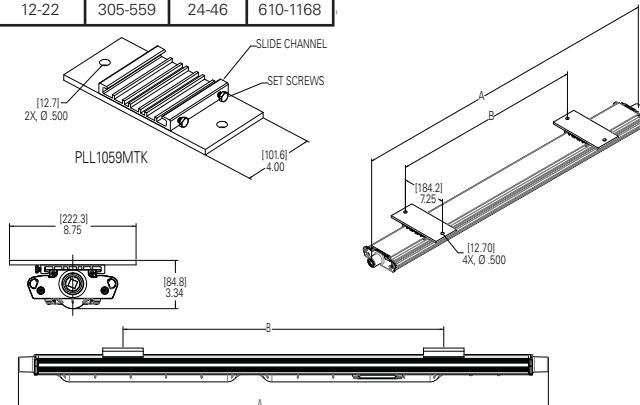

Figure 12
- Marquer et percer les trous pour fixer les supports PLL1059MTK. Utiliser quatre (4) boulons de 3/8 po (non inclus) pour prendre les mesures centre à centre (voir la figure 12). Espacer les trous des supports PLL1059MTK au besoin. Les supports doivent être espacés d'au moins 305 mm (12 po) (voir la figure 12).
- Le luminaire peut maintenant être installé. Il est fortement recommandé que deux (2) techniciens qualifiés fassent le montage final du luminaire, afin d'éviter des blessures corporelles ou des dommages au luminaire.
- Serrer les quatre (4) vis de pression de 1/4 po sur les supports coulissants jusqu'à ce qu'elles viennent en butée (voir la figure 12). Serrer avec un couple de 8,8 N.m. (78 lb-po).